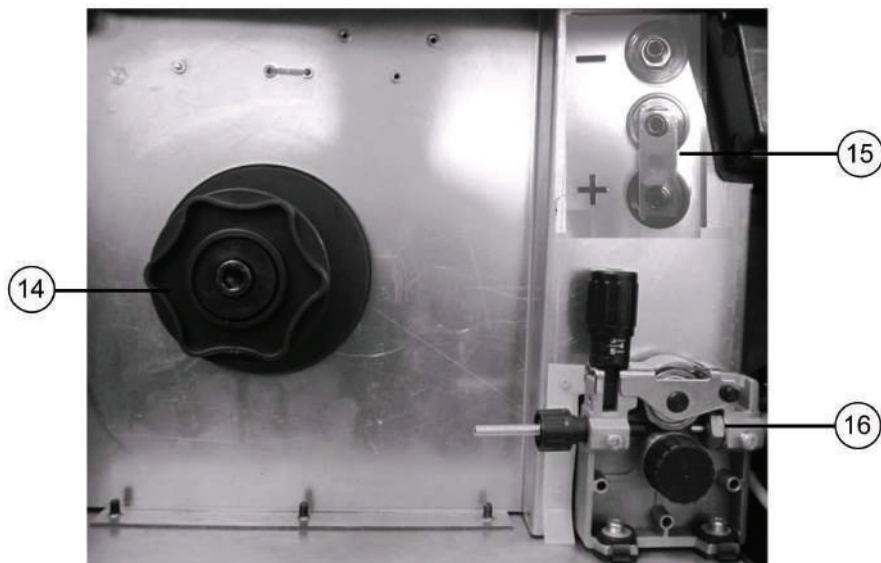

Рис. 3
4. Откройте отсек механизма подачи проволоки. Открутите пластмассовую гайку-фиксатор на адаптере катушки и установите катушку с проволокой на адаптер катушки (поз. 14, Рис. 3). Зафиксируйте катушку на адаптере гайкой.
6. Отрежьте изогнутый кончик проволоки и вставьте проволоку во входной канал подающего механизма (поз. 19, Рис. 3) и через ролик в выходное отверстие подающего механизма примерно на 15 см.
7. Убедитесь, что канавка подающего ролика (поз. 22, Рис. 3) соответствует диаметру проволоки. Прижмите проволоку прижимным роликом.
8. Отрегулируйте среднее давление прижимного ролика, закручивая или откручивая ручку регулятора давления прижимного ролика (поз. 20, Рис. 3).